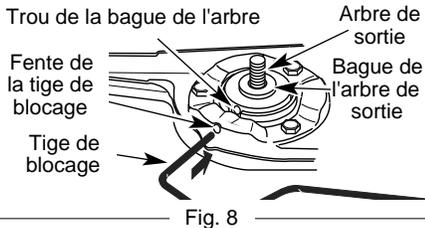
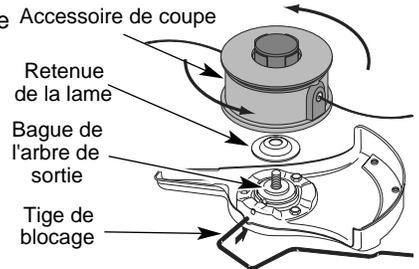

Fig. 8
Fig. 15
1. Aligned le trou de la bague de l'arbre avec la fente de la tige de blocage, puis insérez la tige dans le trou de la bague (Fig. 8).
6. Aligned le trou de la bague de l'arbre avec la fente de la tige de blocage, puis insérez la tige dans le trou (Fig. 8).
5. Aligned le trou de la bague de l'arbre avec la fente de la tige de blocage, puis insérez la tige dans le trou. (Fig. 8). Placez la retenue de lame sur l'arbre de sortie, la partie plate reposant contre la bague de l'arbre tel qu'indiqué sur la Fig. 15. Vissez l'accessoire de coupe à gauche sur l'arbre. Vissez bien.